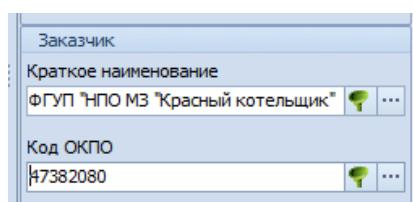

Рисунок 41. Пример отображения контрагента в блоке "Заказчик"
- в поле атрибута «Код ОКПО» появится, соответствующий заказчику восьмизначный цифровой код предприятия, согласно Общероссийскому классификатору предприятий и организаций (рис. 41).